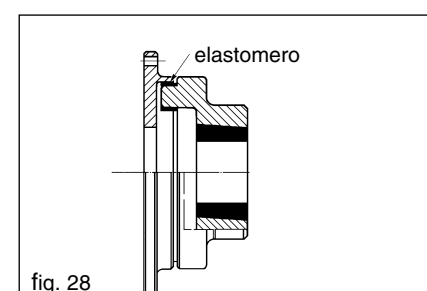

fig. 28
12.12 Sostituzione elastomeri giunto GBF (fig. 28)